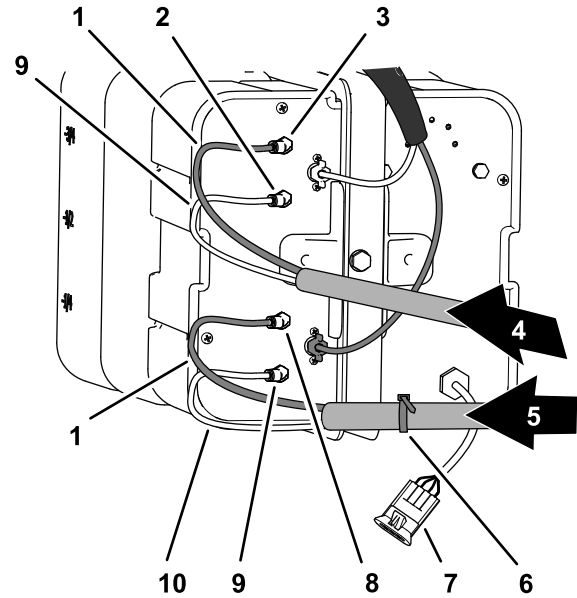

Figura 16
1. Nel pannello di connessione del compressore per il kit tracciatore schiumogeno, fissate una fascetta per cavi attorno al tubo trasparente e blu per la sezione di irradiazione di destra (Figura 16).